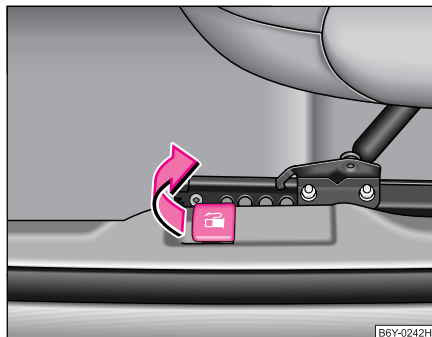

Abb. 132 Öffnungshebel der Tankklappe
- Die Tankklappe öffnen Sie durch Ziehen des Betätigungshebels* neben dem Fahrersitz \Rightarrow Abb. 132 bzw. Abklappen am Kraftstoff-Einfüllstutzen.